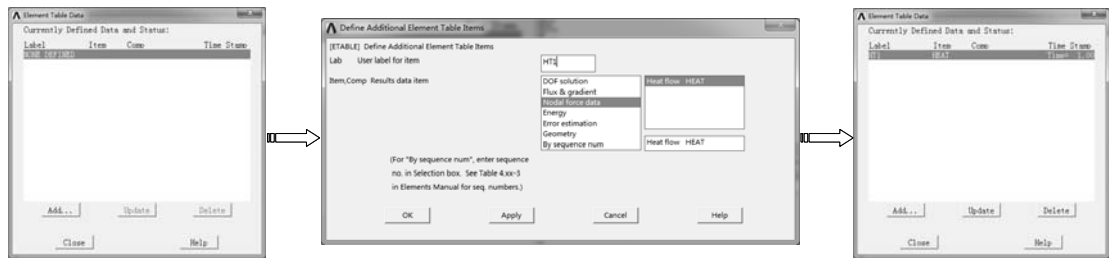

图 8-104 定义单元表
4) 选择“Main Menu>General Postproc>Element Table>Define Table”命令，弹出“Element Table Data”对话框，选择“Add...”按钮，弹出“Define Additional Element Table Items”对话框，在“User label for item”文本框中输入名称 HT1，选择 Nodal force data 和 Heat flow HEAT，单击“OK”按钮返回，单击“Close”按钮关闭对话框，如图 8-104 所示。